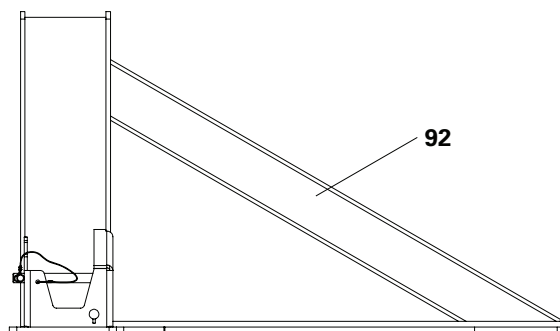

Fig. D2.03
1. Posizionare la mensola di travi di orditura primarie Alpha (**92**) a terra in modo che non possa ribaltarsi. (Fig. D2.03)